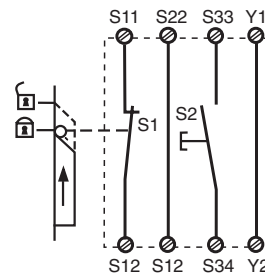

Fig. 4: Schutztürsteuerung 1
Safety gate control (Fig. 4 - 7):
- Safety gate control 1 (Fig. 4)
- Dispositif de verrouillage 1 (fig. 4)